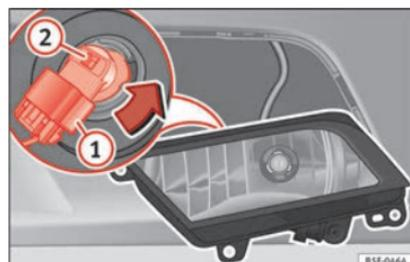

Fig. 192 Phare antibrouillard.
- Retirez le connecteur » fig. 192 ① de l'ampoule.
- Tournez le support d'ampoules » fig. 192 ② vers la gauche puis tirez.